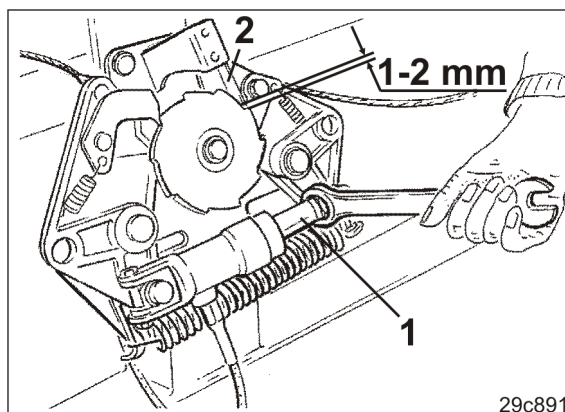

Fig. 237
3. Rodar o pistão (Fig. 237/1) do cilindro hidráulico com uma chave de boca aberta até a mola da folha (Fig. 237/2) engatar audivelmente no comutador automático e uma folga de 1 a 2 mm é ajustada entre a mola da folha e o dente.